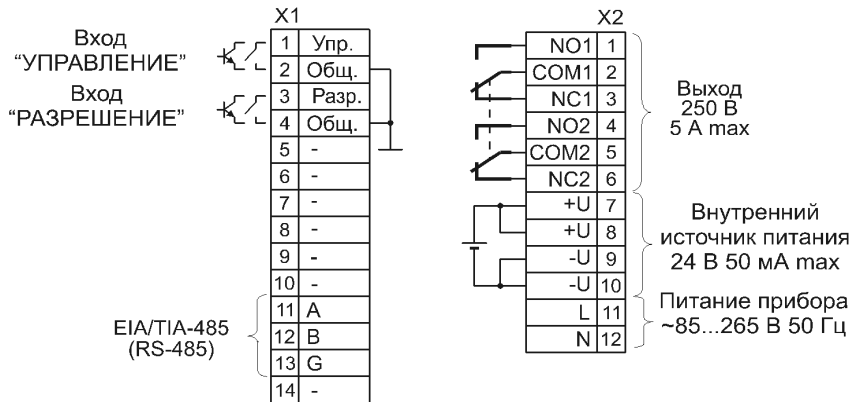

Рис. 9
Подключение прибора должно осуществляться при отключенной сети. Электрические соединения осуществляются с помощью разъемных клеммных соединителей X1 и X2, расположенных на задней панели прибора. Клеммы рассчитаны на подключение проводников с сечением не более 2,5 мм². Схема подключения прибора приведена на рис. 9. Во внешней питающей цепи прибора рекомендуется устанавливать быстродействующий плавкий предохранитель типа ВПБ6-14, номинальный ток 0,5 А или другой с аналогичными характеристиками.
6.1 Перед началом эксплуатации необходимо произвести конфигурирование реле. Для этого нужно подключить к реле напряжение питания согласно схеме, приведенной на рис. 9.